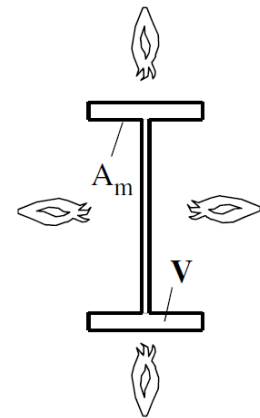

Figura 3 Sezione di un travetto. (Drawing: Rudy Van Impe)
La Figura 3 mostra la sezione di un travetto. Questo elemento da costruzione può essere costituito da legno e acciaio. Il disegno ci aiuta ad avere un'idea sulla sua massività. Il disegno illustra il volume (V) come sezione. La superficie (A) è indicata come perimetro della sezione.